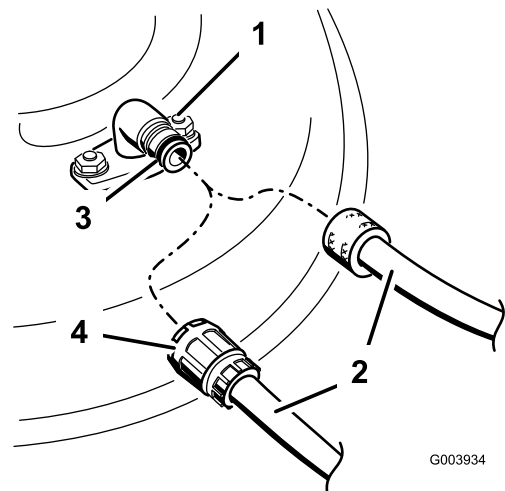

Figura 76
3. Conecte el acoplamiento de la manguera al extremo del conector de lavado del cortacésped, y abra el grifo al máximo (Figura 76).